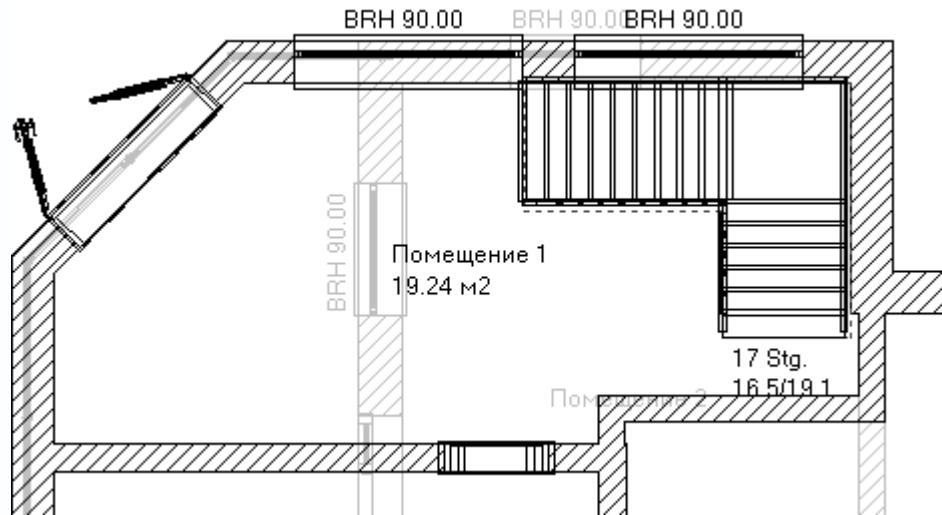

Рис. 1.95. Изменения в плане после добавления лестницы и перемещения двери, соединяющей комнаты
3. Чтобы вход на лестницу не мешал проходу между комнатами Помещение 1 и Помещение 5, удалите дверной проем, соединяющий их, и создайте такой же между комнатами Помещение 1 и Помещение 6 (рис. 1.95). Для создания такого же арочного проема можно выполнить команду для построения из группы кнопок построения дверей, однако проще будет скопировать этот проем с любой другой внутренней стены первого этажа. Для этого